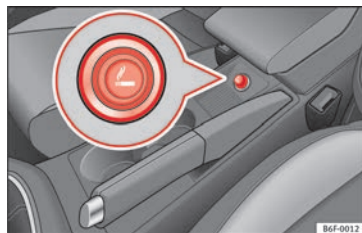

Abb. 163 Zigarettenanzünder.
- Zur Betätigung Zigarettenanzünder » Abb. 163 hineindrücken » ⚠.